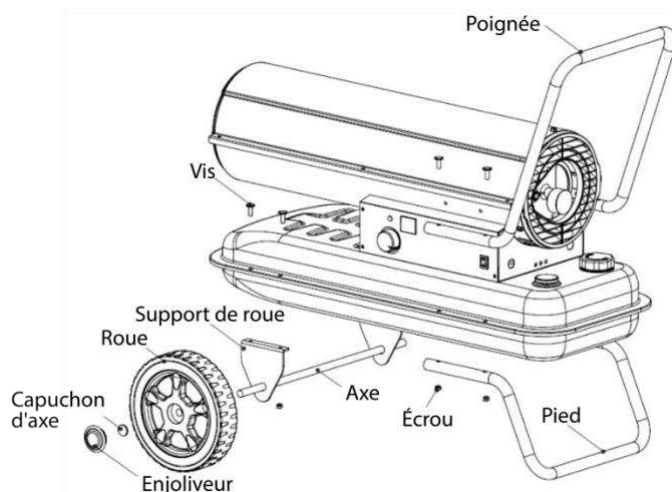

Figure 3. Montage de la poignée et des roues.
3. Positionnez la poignée et le pied au niveau des trous du réservoir de carburant, insérez les vis dans les trous et serrez-les fermement à l'aide des outils adéquats. Voir **figure 3**.